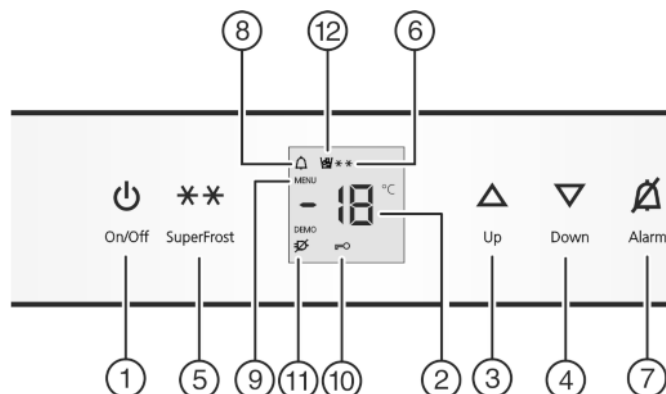

Fig. 2
- ▶ nacisnąć przycisk On/Off Fig. 2 (1).
- ▶ Aktywacja trybu regulacji: Nacisnąć i przytrzymać przycisk SuperFrost Fig. 2 (5) przez ok. 5 s.
- ▷ Świeci symbol menu Fig. 2 (9).
- ▶ W celu wyłączenia zabezpieczenia przed dziećmi krótko nacisnąć przycisk SuperFrost Fig. 2 (5).
- ▶ W celu włączenia zabezpieczenia przed dziećmi krótko nacisnąć przycisk SuperFrost Fig. 2 (5).
- ▷ Świeci symbol zabezpieczenia przed dziećmi Fig. 2 (10). Na wskaźniku miga **c**.
- ▷ Symbol zabezpieczenia przed dziećmi Fig. 2 (10) gaśnie. Na wskaźniku miga **c**.
- ▶ Dezaktywacja trybu regulacji: nacisnąć przycisk On/Off Fig. 2 (1).
- ▶ Nacisnąć przycisk Alarm Fig. 2 (7).
Jednocześnie miga wskaźnik temperatury i symbol Alarmu Fig. 2 (8).
Akustyczny sygnał ostrzegawczy milknie automatycznie, znika symbol Alarmu Fig. 2 (8) i wskaźnik temperatury przestaje migać, gdy temperatura będzie ponownie wystarczająco niska.
- Ustawianie wyższej temperatury: nacisnąć przycisk ustawiania Up Fig. 2 (3).
- Ustawianie niższej temperatury: nacisnąć przycisk ustawiania Down Fig. 2 (4).